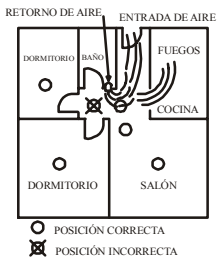

Figura 6: LUGARES RECOMENDADOS PARA DETECTORES DE HUMOS PARA EVITAR CORRIENTES DE AIRE CON PARTÍCULAS DE COMBUSTIÓN.
- Cuando haya corrientes de aire que atraviesan la cocina, la forma en cómo un detector puede detectar las partículas de combustión se muestra gráficamente en la Figura 6. En ella se indica los lugares correctos e incorrectos de instalación de los detectores